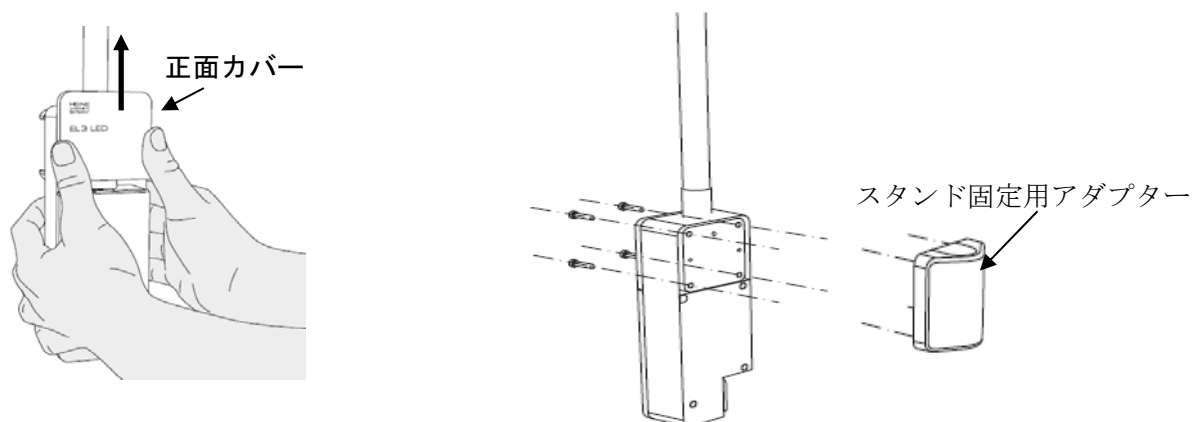

図１ 電源部とスタンド固定用アダプターの取付方法
- ⑤ 正面カバーを親指にて上部方向にスライドし、取り外してください。
- ⑥ 裏面のネジ穴（４ヶ所）が合うようにスタンド固定用アダプターを合わせ、正面側からスタンド用ネジで少しゆるめに固定してください。（図１参照）
- ⑦ 専用スタンドの支柱をスタンド固定用アダプターの穴に差し込んで、正面側からスタンド用ネジ（４ヶ所）をしっかりと締めてください。（図１、２参照）